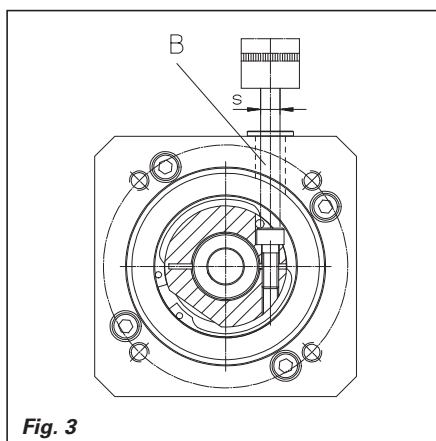

Fig. 3
- Serrare la vite di bloccaggio (3.30.160) o in caso di albero adattatore anche la vite di bloccaggio (3.40.080) sull'anello di bloccaggio. Allo scopo far passare la prolunga della chiave dinamometrica attraverso il foro di montaggio (B) (fig. 3). Coppia di serraggio M_A come da tabella.